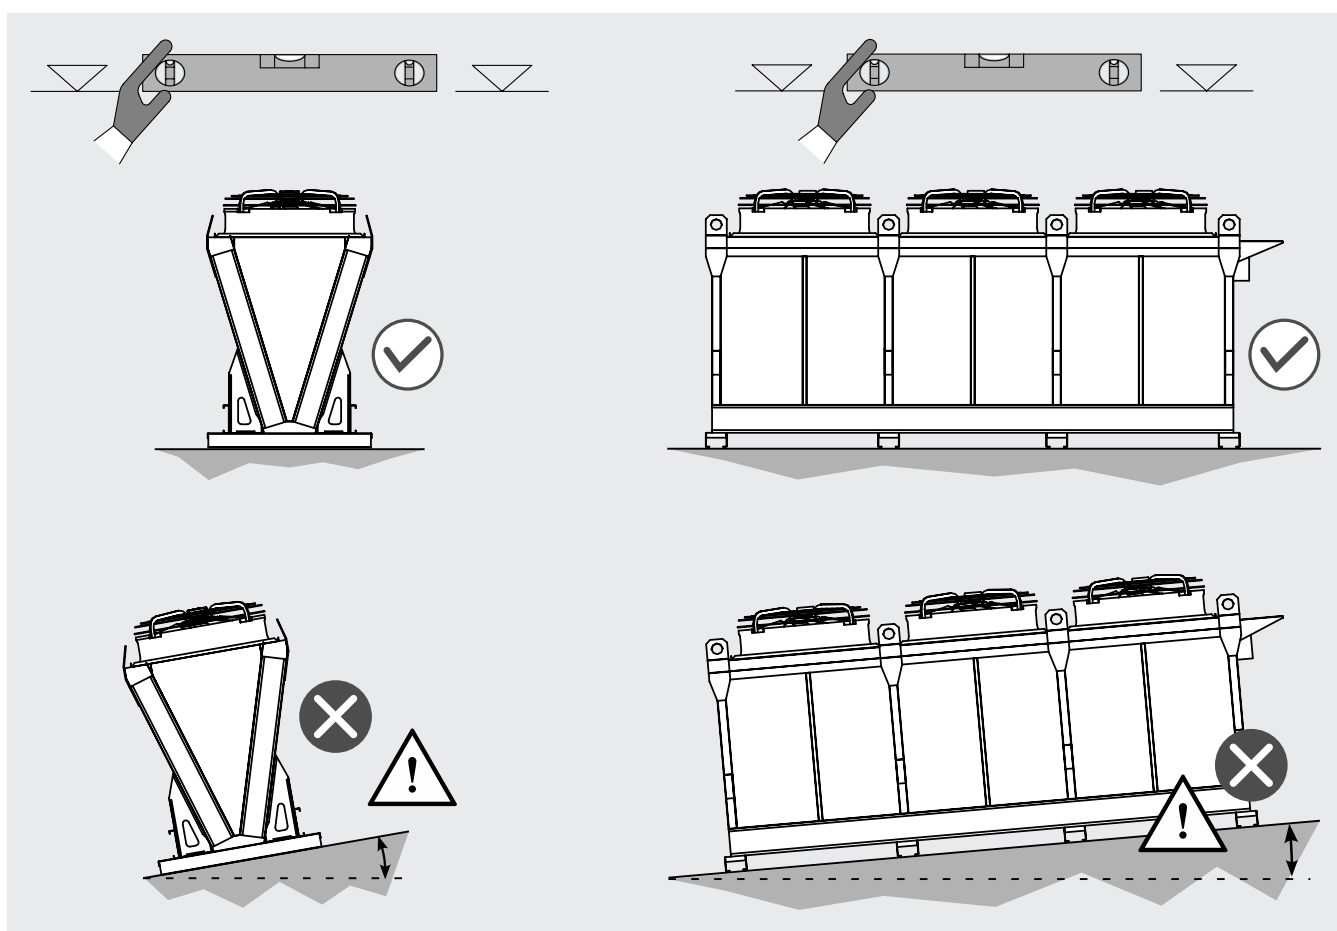

Figure 3
- 4.2 Veillez à ce que la surface d'installation (sur une plate-forme ou une autre structure de support) soit parfaitement horizontale et plane, sans irrégularités et dimensionnée pour supporter le poids du modèle. Pour les dimensions et les poids, veuillez vous référer au manuel et à la documentation fournis avec le modèle. Voir la Figure 3.